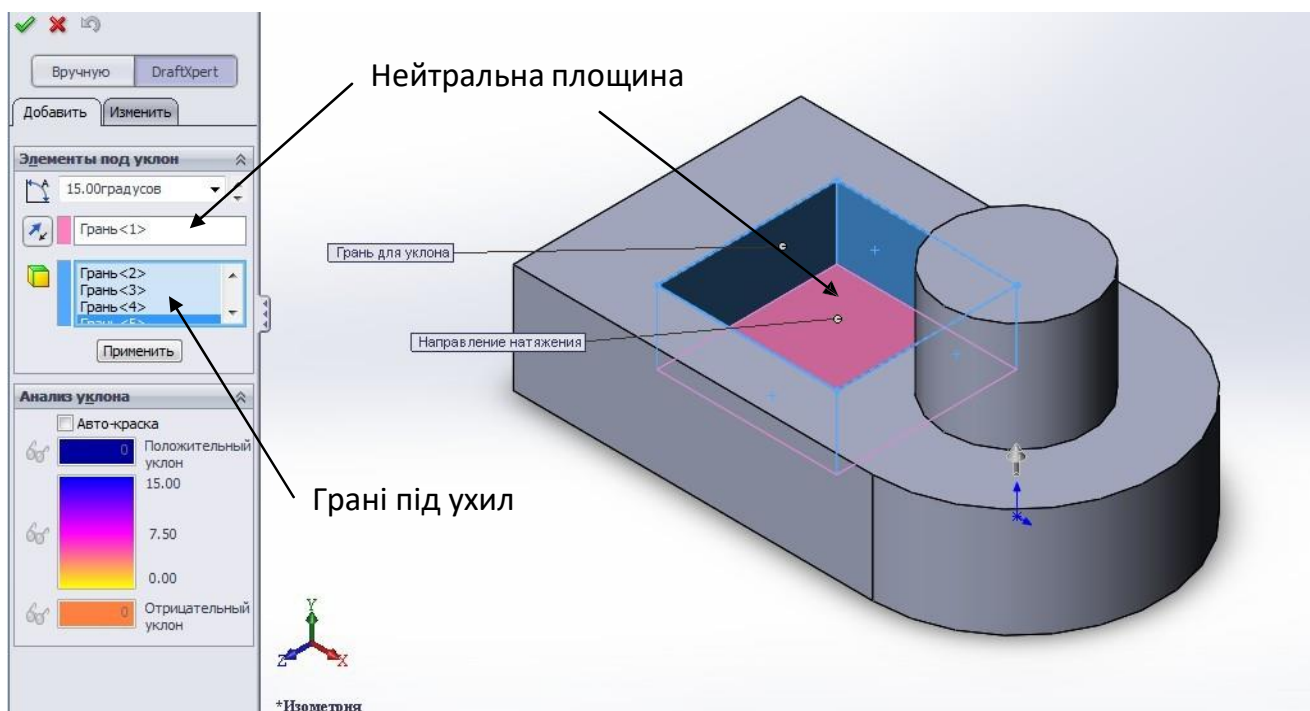

Рисунок 1.23 - Створення ухилу
-у діалоговому вікні "Грані під ухил" прописати бічні грані квадратного вирізу шляхом послідовного натискання на них лівою кнопкою миші. З метою зручності вибору граней під ухил рекомендується обертати деталь. На рис. 1.23 наведено приклад встановлення значень елементів деталі для створення елемента "Ухил".